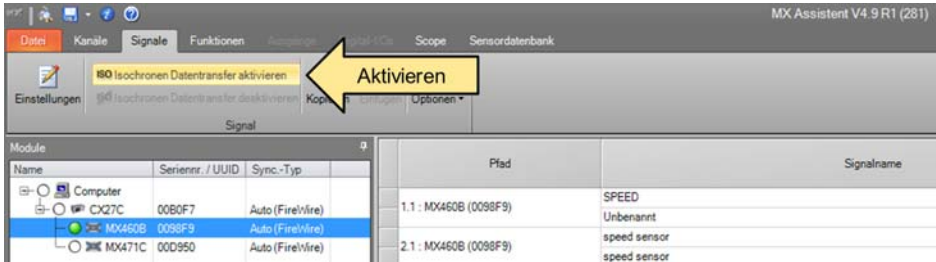

Abb. 5.3 Aktivieren der isochronen Datenübertragung
5. Aktivieren Sie in der Registerkarte „Signale“ den isochronen Datentransfer (siehe Abb. 5.3).